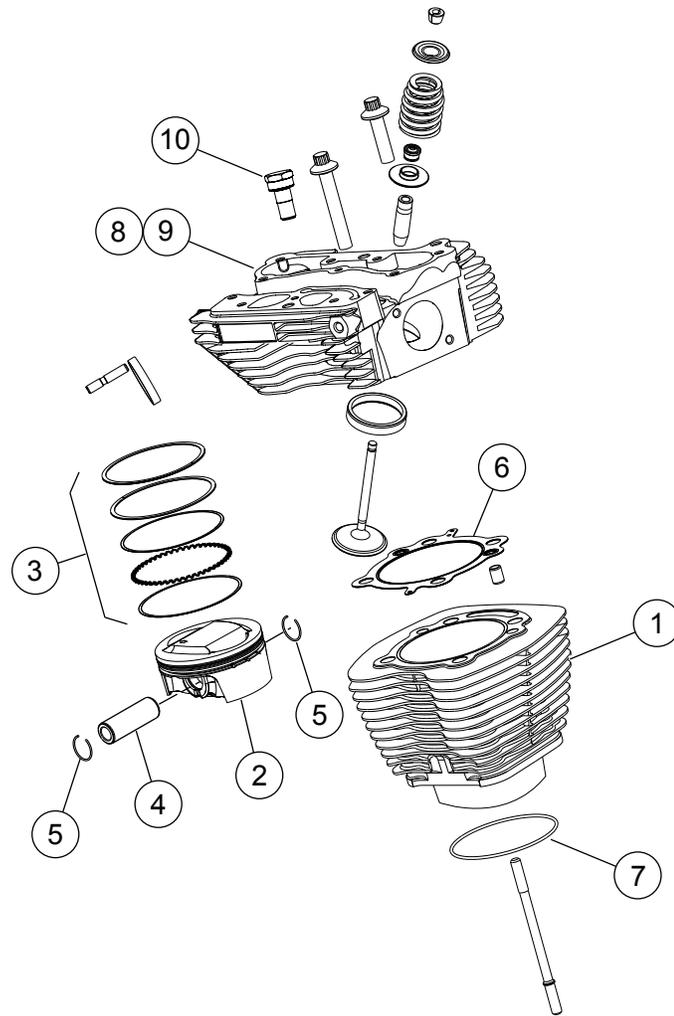
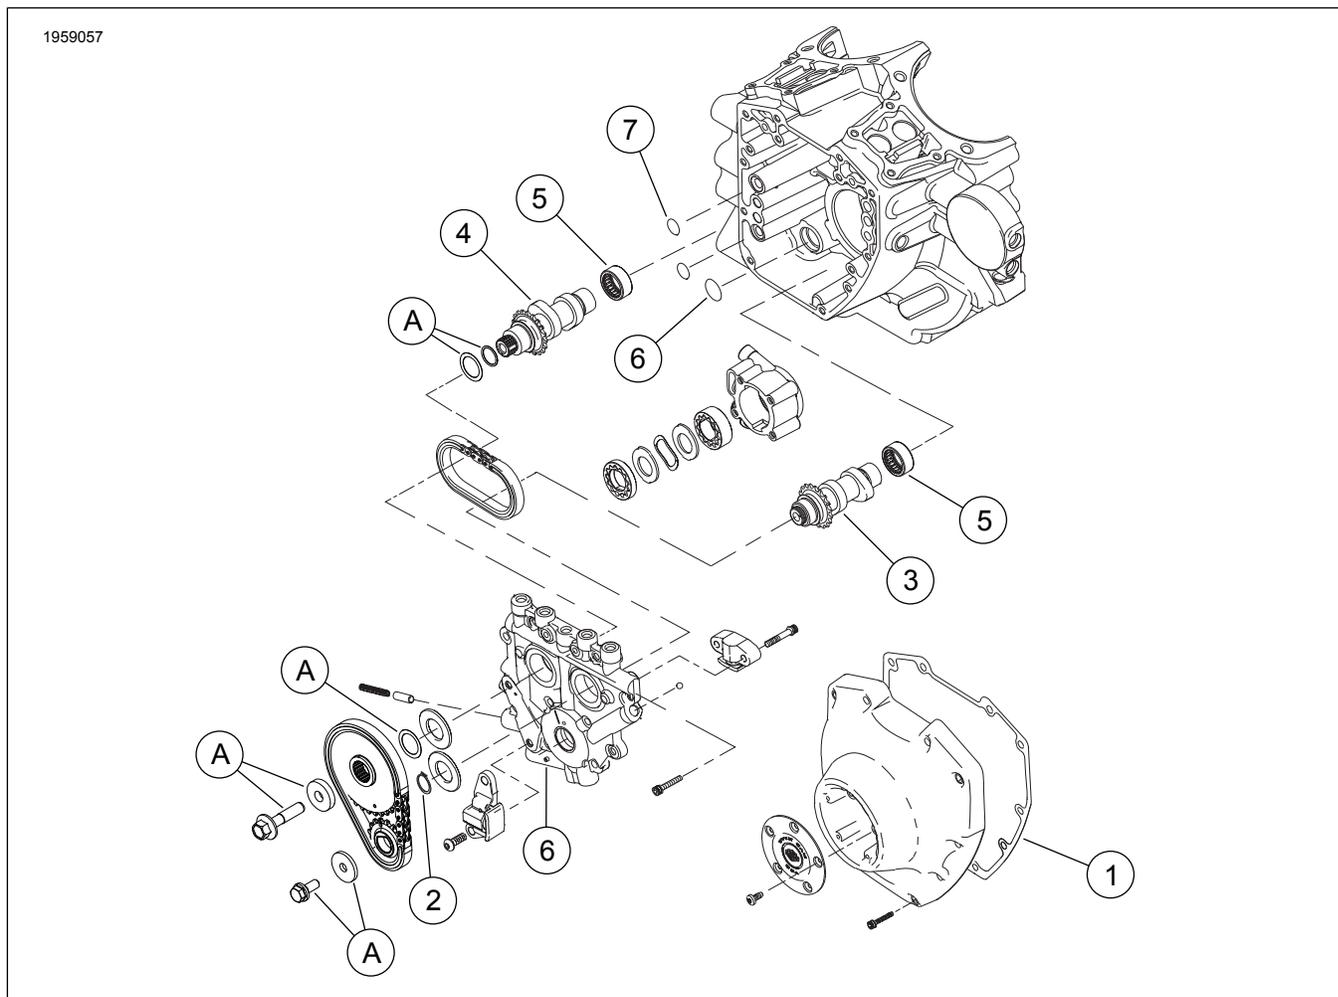

Figure 1. Pièces de rechange : Kit Stage 4 Screamin' Eagle Pro TC 103 (1690 cc)
Figure 3. Pièces de rechange : Kit Stage 4 Pro 103 (1690 cc) Screamin' Eagle
Voir Figure 1 à Figure 3, et Tableau 1 à Tableau 3.
1. Voir Figure 3 . Inspecter les roulements à aiguilles d'arbre à cames (7) et les remplacer si nécessaire.
2. Voir Figure 1 à Figure 3 . Monter les cames sur la plaque de came, les culasses performantes et la partie supérieure du moteur en utilisant les pièces du kit. Se reporter aux sections MOTEUR concernées dans le manuel d'entretien.